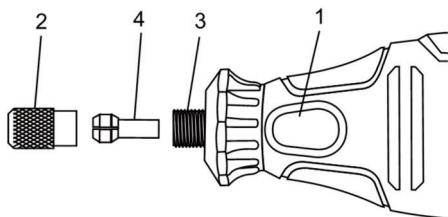
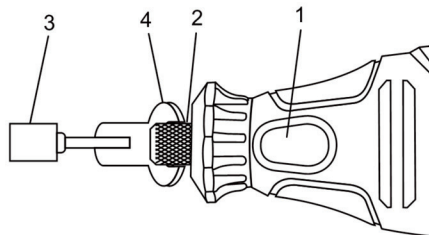

Рис.3
Рис.4
1. Удерживая нажатой кнопку блокировки шпинделя (1), (рис. 3) открутите против часовой стрелки ключом (4) гайку цанги (2) (рис. 4).
2. Установите нужную цангу (4) (рис. 3) и не отпуская кнопку блокировки шпинделя (1) (рис. 3) затяните гайку цанги по часовой стрелке.
1. Удерживая нажатой кнопку блокировки шпинделя (1), (рис. 3) ослабьте против часовой стрелки ключом (4) гайку цанги (2) (рис. 4).
2. Установите в цанговый зажим необходимую оснастку (3) (рис. 4) и не отпуская кнопку блокировки шпинделя (1) (рис. 3) затяните гайку цанги по часовой стрелке.